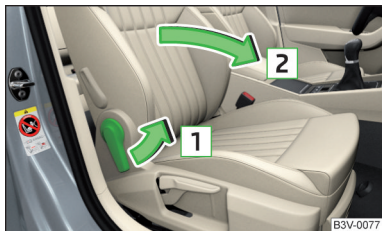

Fig. 74
► Trageți maneta în sensul săgeții **1** » fig. 74.